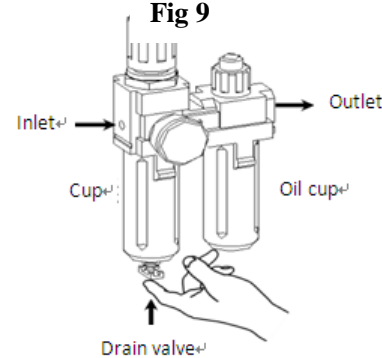

Fig 9-1
- Comme le montre la figure 9-1, lorsque vous constatez qu'il y a de l'eau dans la coupe, appuyez sur la vanne de vidange pour évacuer l'eau ; retirez vos doigts après la vidange de l'eau, la vanne de vidange peut être fermée automatiquement sous l'action du ressort